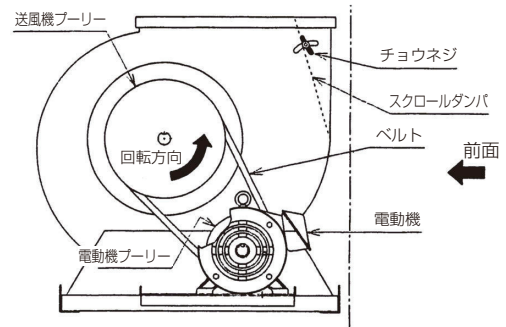

図1
- 電動機ベース固定ボルトおよび電動機ベーススライド用ボルトを緩めて電動機を後方側にスライドさせてください。…図1
(2) 電動機の取付け
(3) スクロールダンパによる風量調節 (必要に応じてスクロールダンパの調節を行ってください。)
- ファンケーシング両側面のチョウネジをゆるめ必要な目盛りに合わせて固定してください。…図1